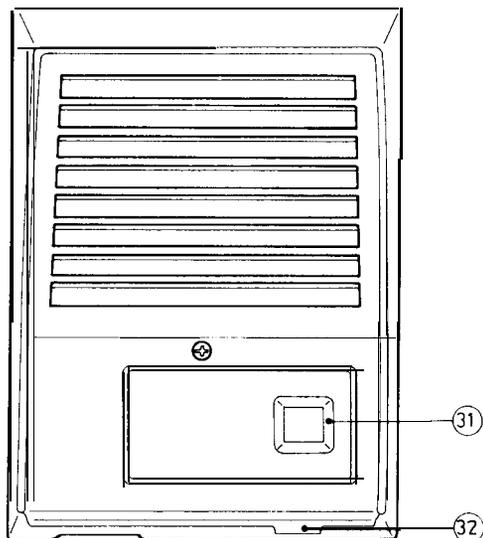

FIG. 3 - N308 DOOR STATION
1.3.2.2 DOOR STATION (Figure 3)